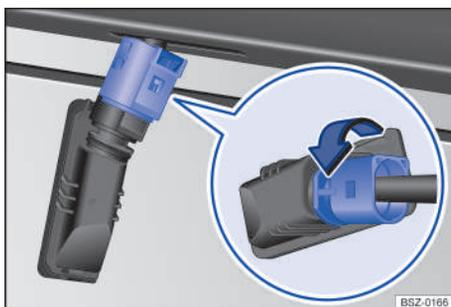

Fig. 156 Luz de matrícula: desmontaje del portalámparas.
5. Gire el portalámparas en el sentido de la flecha y extráigalo con la lámpara → fig. 156.
7. Coloque el portalámparas en la luz de matrícula y gírelo en el sentido contrario al de la flecha hasta el tope → fig. 156.